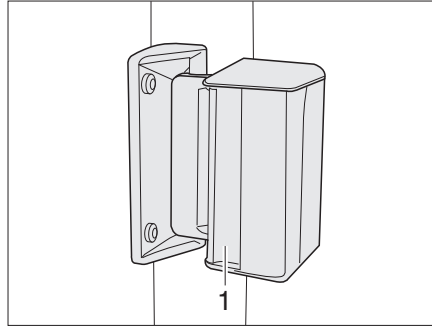

Fig. 53 Ventana corredera
- Presionar el tirador (Fig. 53,1) y, al mismo tiempo, empujarlo o tirarlo hacia delante o hacia atrás.